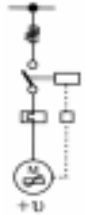

Fig. 7
*Para obtener plena protección térmica de los motores, debe instalarse además una protección de sobrecarga térmicamente retardada (fig. 7). Los fusibles frecuentemente sólo protegen la red, pero no el motor.*